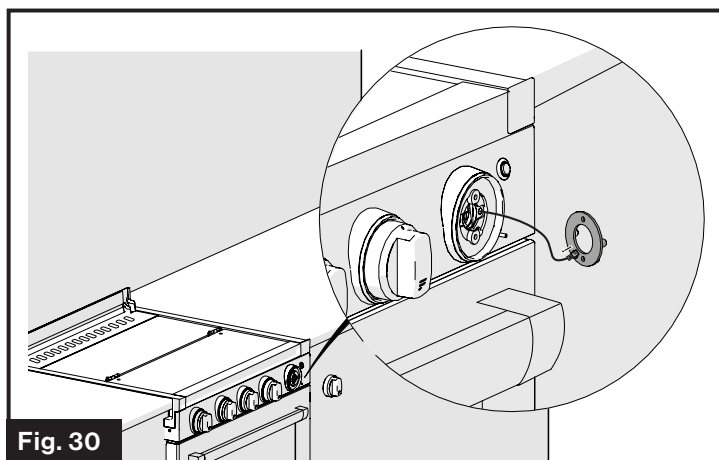

Fig. 30
4. Retirez l'assemblage de la DEL et déconnectez le fil de la base de l'assemblage de la DEL. (Fig. 30)